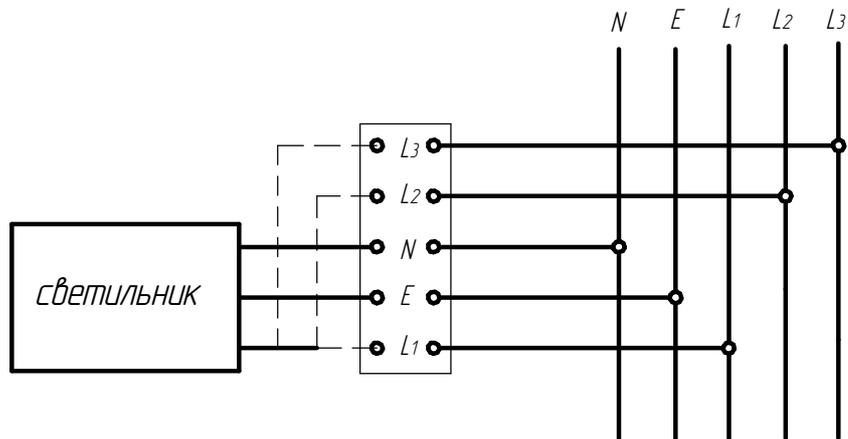

Рисунок 5 - Схема подключения светильника к сети
5.5 **Светильники поставляются неподключенными. Для подключения светильников необходимо вставить свободный конец черного провода в клемму сетевого коннектора, маркированную нужной фазой (рисунок 5.).**